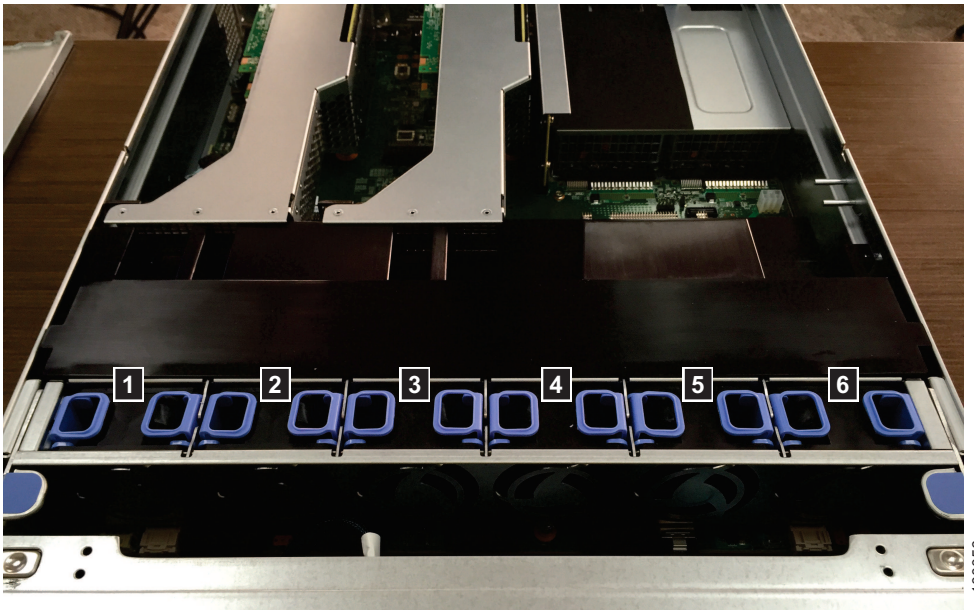

図 174. 2145-SV1 ファンの位置
6. 該当するファンを探します。図 174 に示すように、ノードには 6 つのファン位置があり、左から右に番号が付けられています。